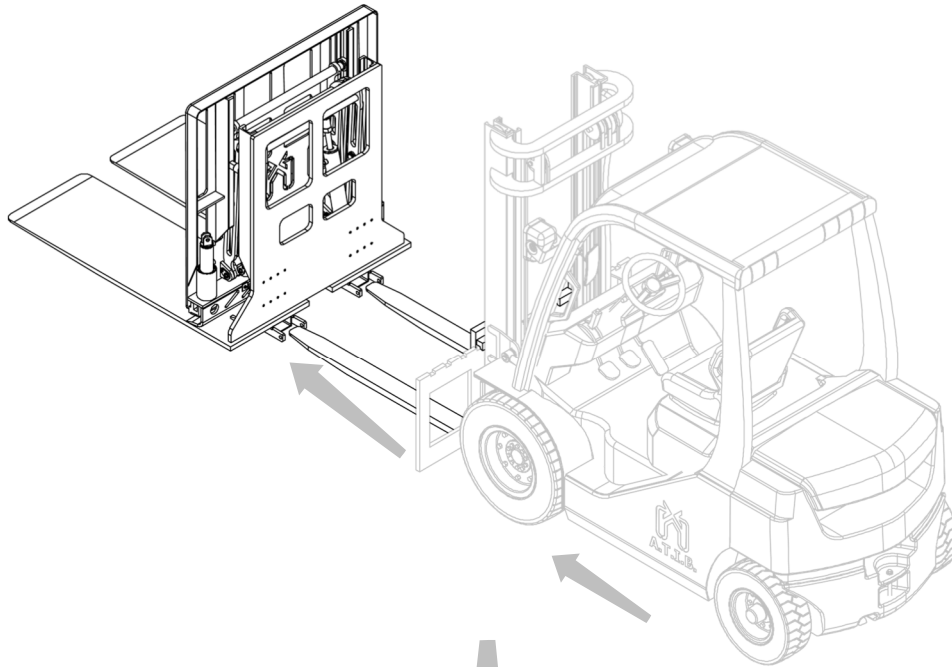

Figura 6
5. Introducir el equipo (ver *Figura 6* y *Figura 7*).